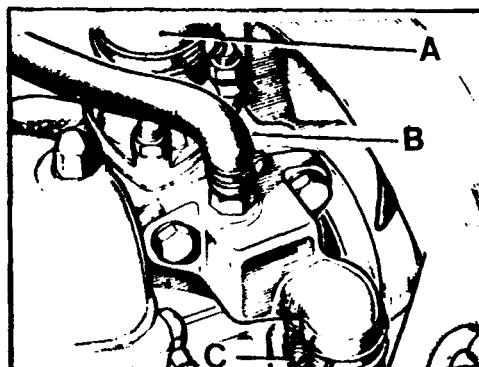

Fig. A1-64 Desmontaje de manguitos
1.4. Desconectar el manguito superior del radiador, A (Fig. A1-64) en su unión a la culata. Desconectar los manguitos, B, de entrada y salida de agua al calefactor y aflojar la brida, C, del manguito tubería derivada.